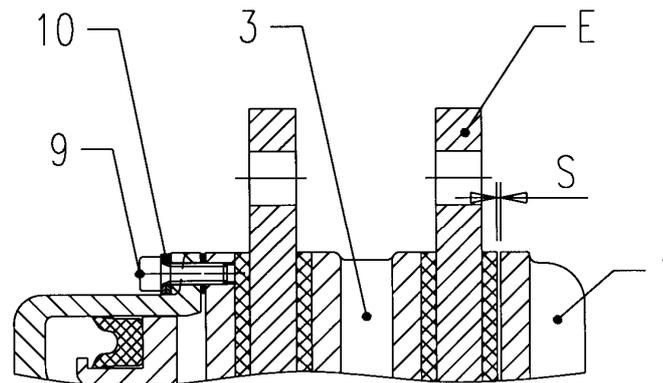

Fig. 11
- Medir el hueco **S** (Fig. 11) existente entre la tapa lado embrague (1) y el disco de embrague (E) con este último desplazado contra el pistón (3).